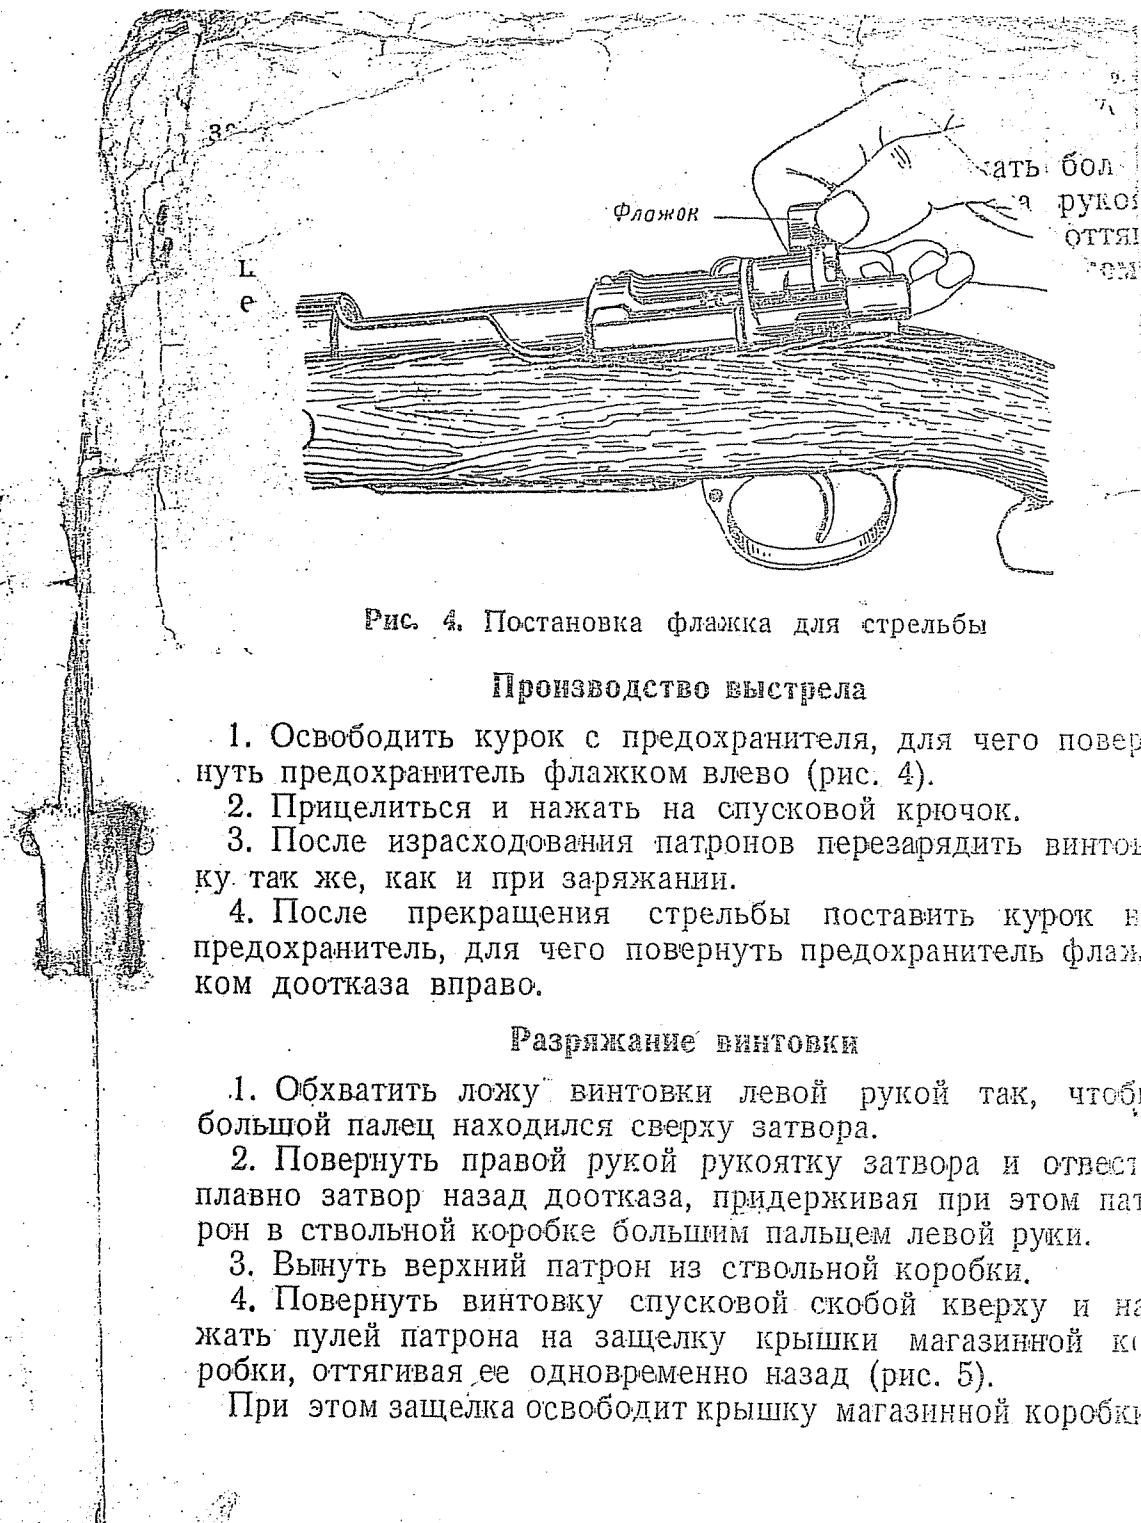

Рис. 4. Постановка флажка для стрельбы
1. Освободить курок с предохранителя, для чего повернуть предохранитель флажком влево (рис. 4).